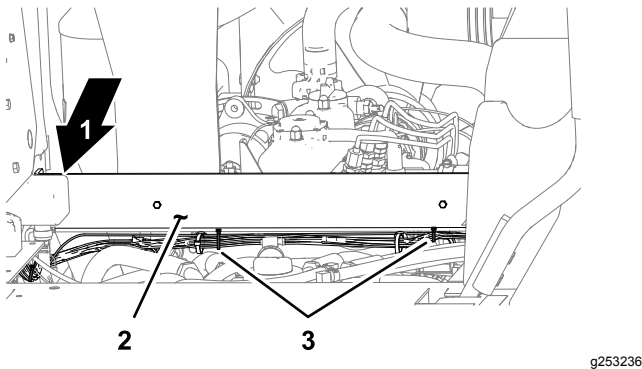

Figura 18
2. Debajo del canal transversal, fije el arnés de alimentación al arnés de cables de la máquina con 2 bridas, tal y como se muestra en la Figura 18.